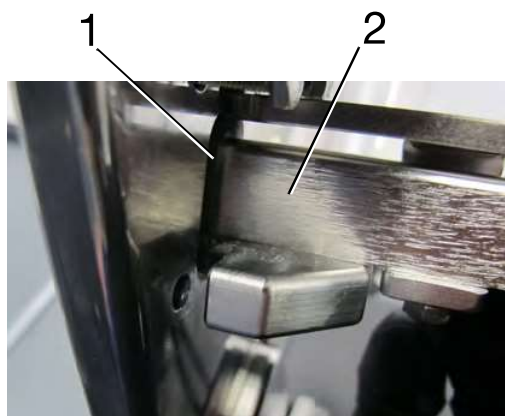

Bild 7-26 1 Clipfenster
- Das Magazin wieder aufsetzen und dabei den unteren Teil der Magazininstange (2) ins Clipfenster (1) einführen (Bild 7-26).